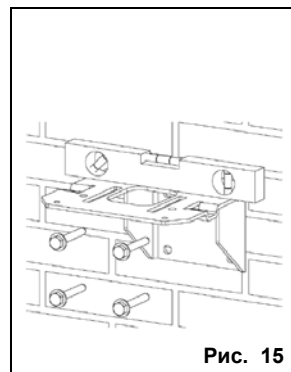

Рис. 15
2. Расположив планку так, как показано на рис. 15, закрепить ее при помощи четырех шурупов M10 и дюбелей.